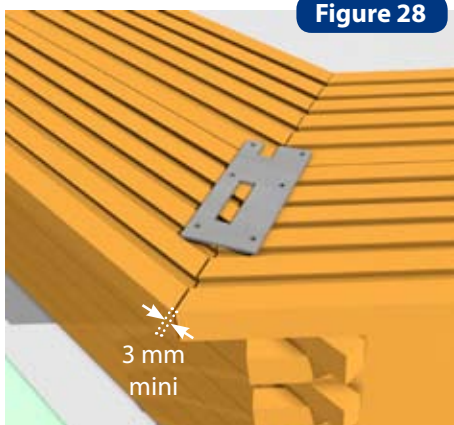

Figure 28
La margelle est composée de 2 lames (une intérieure, une extérieure) à espacer de 3 mm (figure 28).
- Avant de fixer la margelle, procédez à un positionnement de toutes les lames à blanc (sans les visser) afin de répartir uniformément les jeux (figure 28).
- Positionnez provisoirement les plaques de fixation sur le dessus à chaque angle. Elles servent de butée afin de répartir uniformément les jeux (figure 28).
- Laissez un espace de 3 mm environ entre les deux margelles (figures 28 et 29).